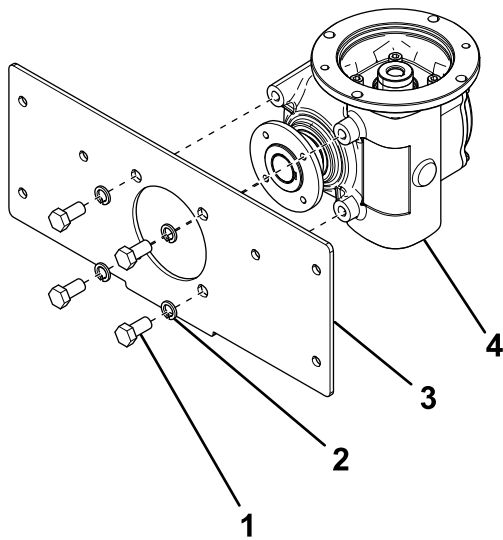

**Bild 5**
- Schieben Sie die Kupplung auf die Getriebewelle und sichern Sie diese mit einer Stellschraube (Bild 5).